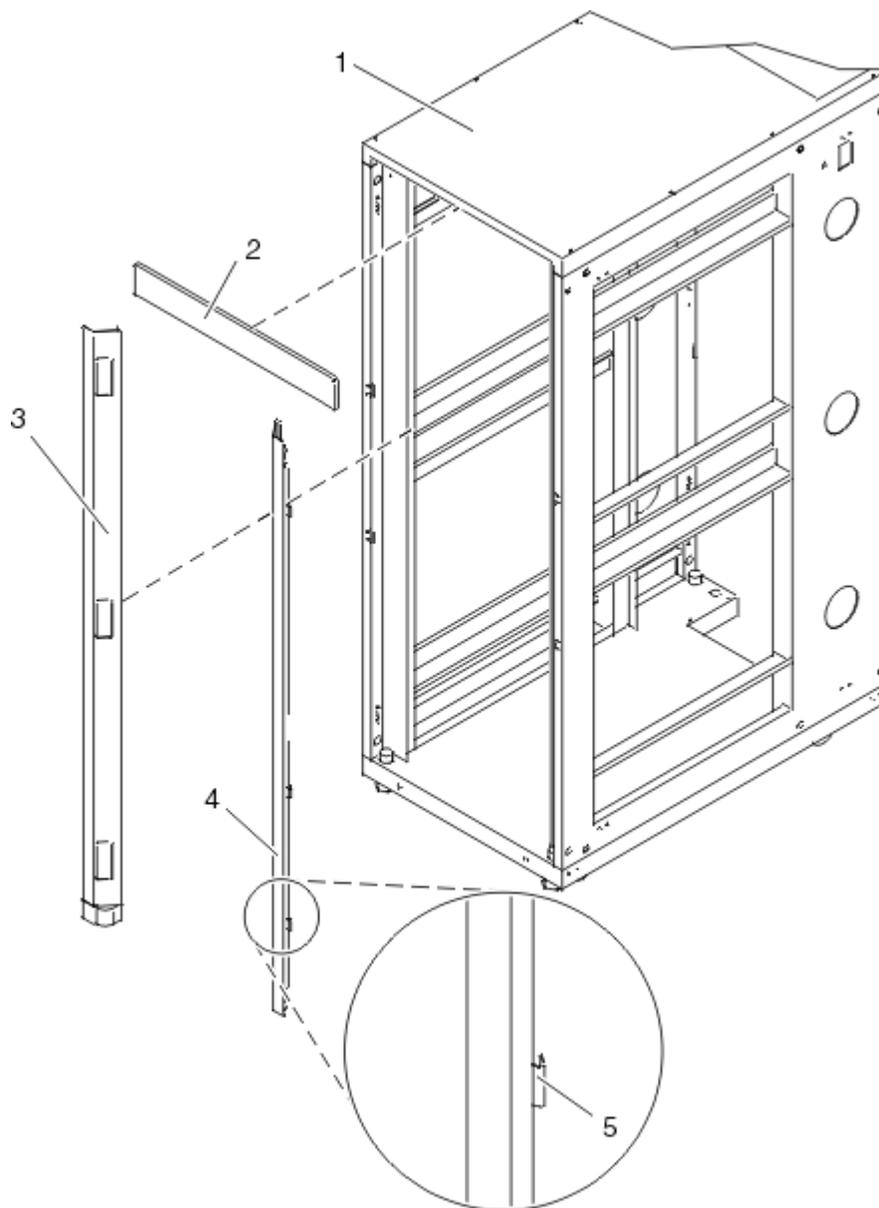

Figura 11. Remover os painéis de ajuste
2. Remova os painéis de ajuste superior, esquerdo e direito. Os painéis de ajuste são fixados com grampos de mola, conforme demonstrado em Figura 11 na página 16.